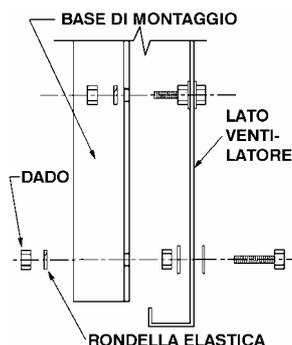

Figura 21 – Installazione della base di montaggio
2. Per installare la base di montaggio sull'unità, utilizzare viti da 8 mm. e rondelle di fissaggio (Vedi Figura 21).